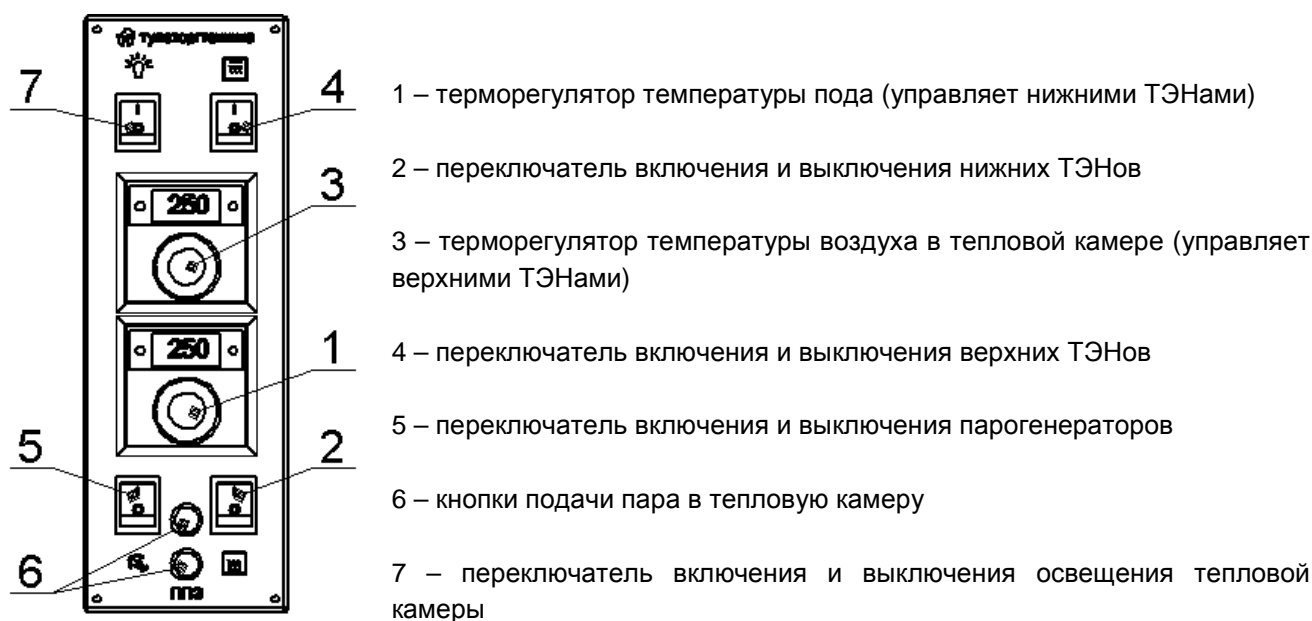

Рис.2
Для использования пара в процессе выпечки, необходимо включить парогенератор переключателем 5 (рис.2) – далее по тексту «переключатель 5». После включения парогенератора, кнопка подачи пара 6 (рис.2) – далее по тексту «кнопка 6», будет мигать 8 раз и, после паузы 10 секунд, продолжит мигать непрерывно, что указывает на работу парогенератора в режиме нагрева. Время нагрева парогенератора до рабочей температуры, после включения, составляет  $\approx 25...30$  минут, в это время подача пара в камеру невозможна.
Для образования, в конце процесса выпечки, «корочки» на поверхности заготовок, возможно использовать верхние ТЭНы в режиме «гриль» - для этого установите на лимбе терморегулятора 3, рис.2 температуру  $300 \dots 350^{\circ}\text{C}$ , включите клавишу 4, рис.2 и дайте верхним ТЭНам поработать до образования на заготовках «корочки» необходимого цвета.
9.3 Установите на лимбах терморегуляторов (поз.1 и 3, рис.2) температуру, предусмотренную технологией приготовления продукта.
9.4 Включите переключателями (поз.2 и 4, рис.2) необходимые Вам ТЭНы, а переключателем (поз.5, рис.2) включите парогенераторы.
9.7 На нужном Вам этапе подайте пар в тепловую камеру печи, нажав на кнопки (поз.6, рис.2). Кнопки (поз.6, рис.2) возможно нажимать раздельно в разный момент времени, так и совместно для увеличения объёма подаваемого пара.
9.9 После окончания работы выключите переключателями (поз.2, 4 и 5, рис.2) нижние и верхние ТЭНы и парогенераторы, отключите автоматические выключатели и перекройте перекрывающий вентиль или шаровой кран на линии подключения парогенераторов к системе водоснабжения.
10.4.1 Термодатчик терморегулятора (поз.1, рис.2) нижних ТЭНов установлен непосредственно в правый подовый камень, со стороны дверки. Для демонтажа подового камня необходимо:
3. Отсоединить провод термодатчика от контактов терморегулятора (поз.1, рис.2)
10.4.5 Термодатчик терморегулятора (рис.2, поз.3) верхних ТЭНов установлен в верхней части тепловой камеры, справа. Что бы снять термодатчик, необходимо отогнуть фиксатор провода термодатчика и аккуратно удалить его из камеры через отверстие в верхней части правой боковой стенки камеры. Для доступа к фиксатору провода верхнего датчика необходимо снять правую панель (поз.6, рис.1), вывернув 4 винта.